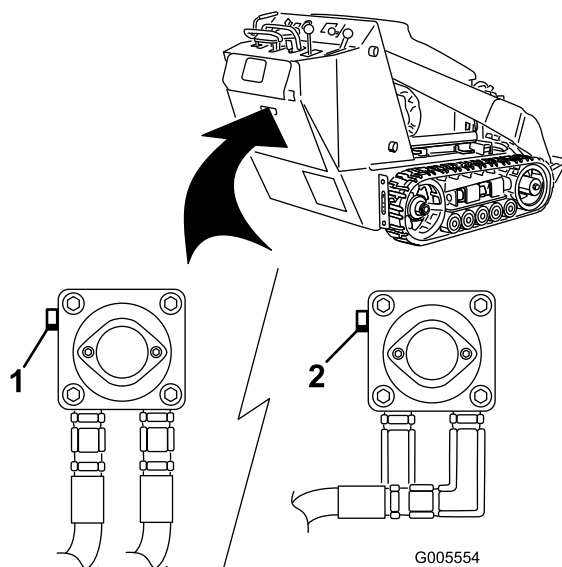

Рисунок 18
3. Используя гаечный ключ, дважды поверните буксировочные клапаны на гидравлических насосах против часовой стрелки (Рисунок 18).